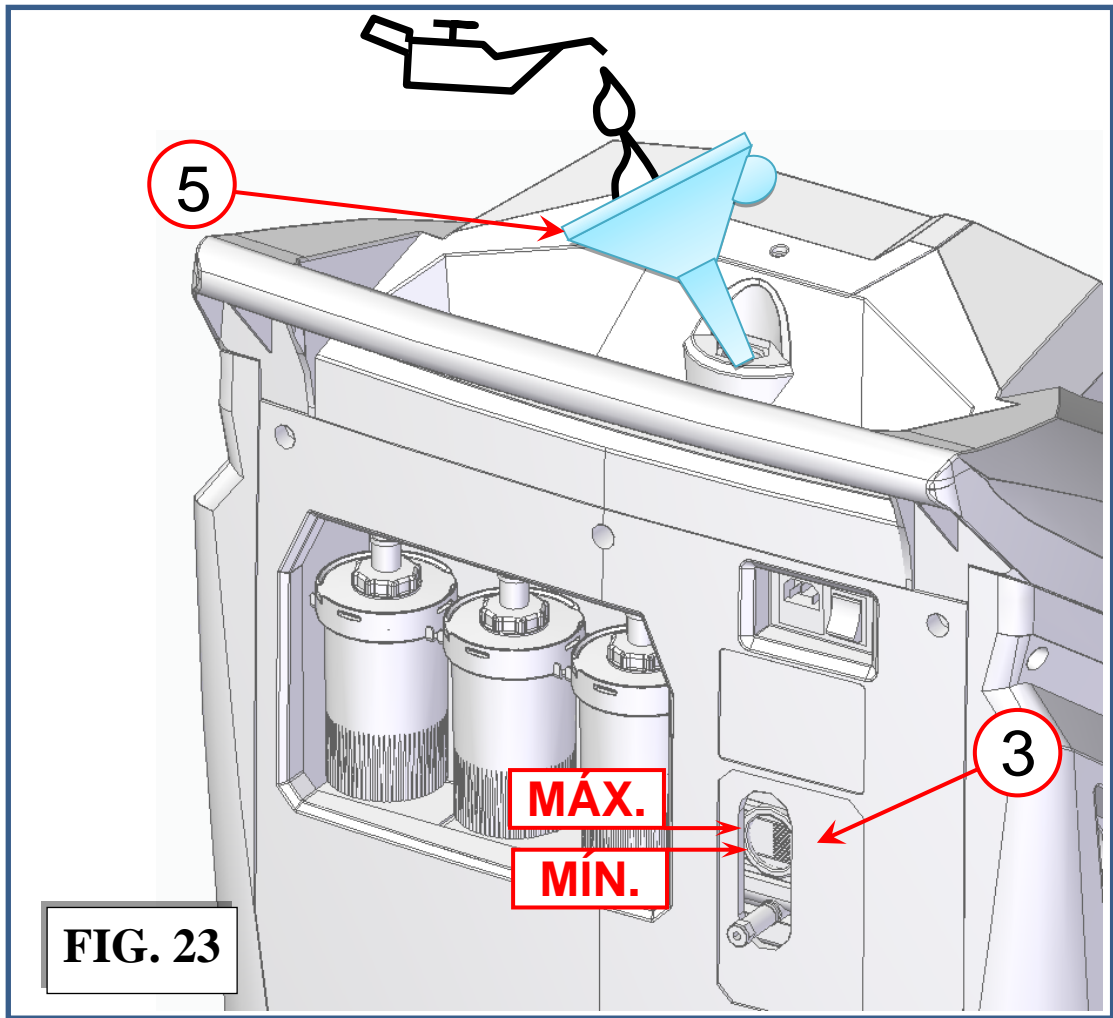

FIG. 23
- 6) Vierta el aceite nuevo a través del orificio de llenado utilizando un embudo adecuado (ver 5, Fig. 23), hasta que el nivel aumente hasta el punto medio del indicador (ver 3, Fig. 23).